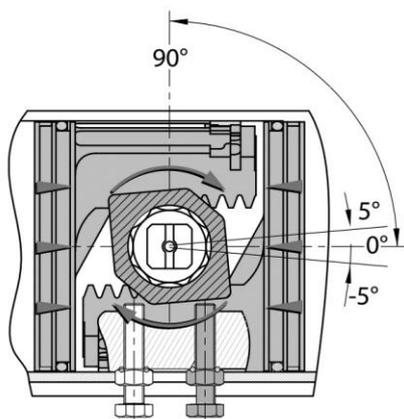

Рис. 5
- 5.5. Регулирование угла открытия и закрытия пневмопривода осуществляются при помощи стопорных болтов с диапазоном регулирования - ± 5 градусов. Для точного регулирования необходимо ослабить стопорные болты, выставить запорный элемент арматуры в ровное конечное положение и далее закрутить болт обратно до упора (рис. 5 и 6).